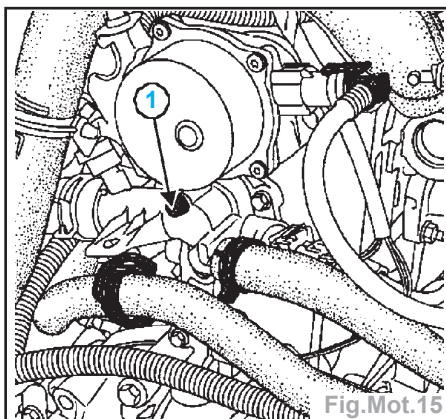

Fig.Mot.15
- Ouvrir la vis de purge (1) (Fig.Mot.15).